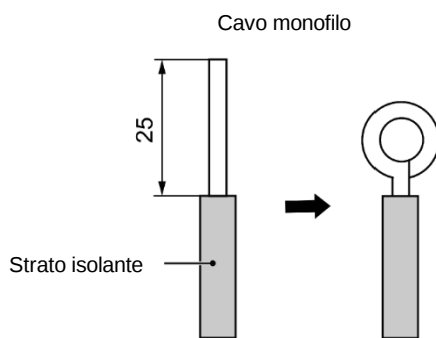

Fig.5.1.1
- (1) Collegamento dei cavi (come illustrato nella Fig. 5.1.1).